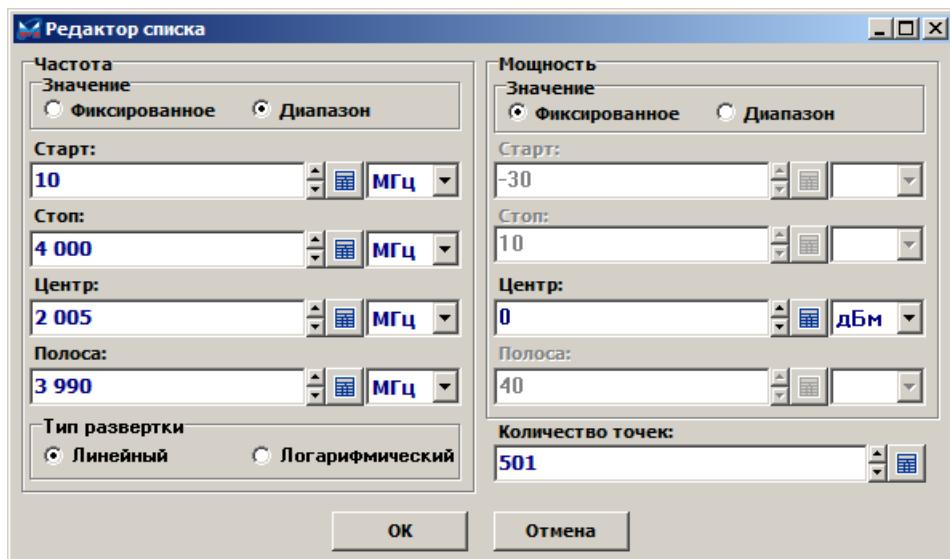

Рисунок 7.7 – Редактор списка
- в появившемся диалоге (рисунок 7.7) задать параметры сегмента списка, нажать «Ок»;
- в появившемся диалоге (рисунок 7.7) задать параметры сегмента, нажать «Ок»;